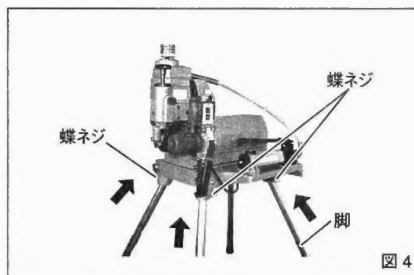

図4
① 脚の取付け
- 1.ベースのウラ側にある取付穴に付属の脚(4本)を差し込み、取付穴横についている蝶ネジを締め込んで固定してください。(図4)